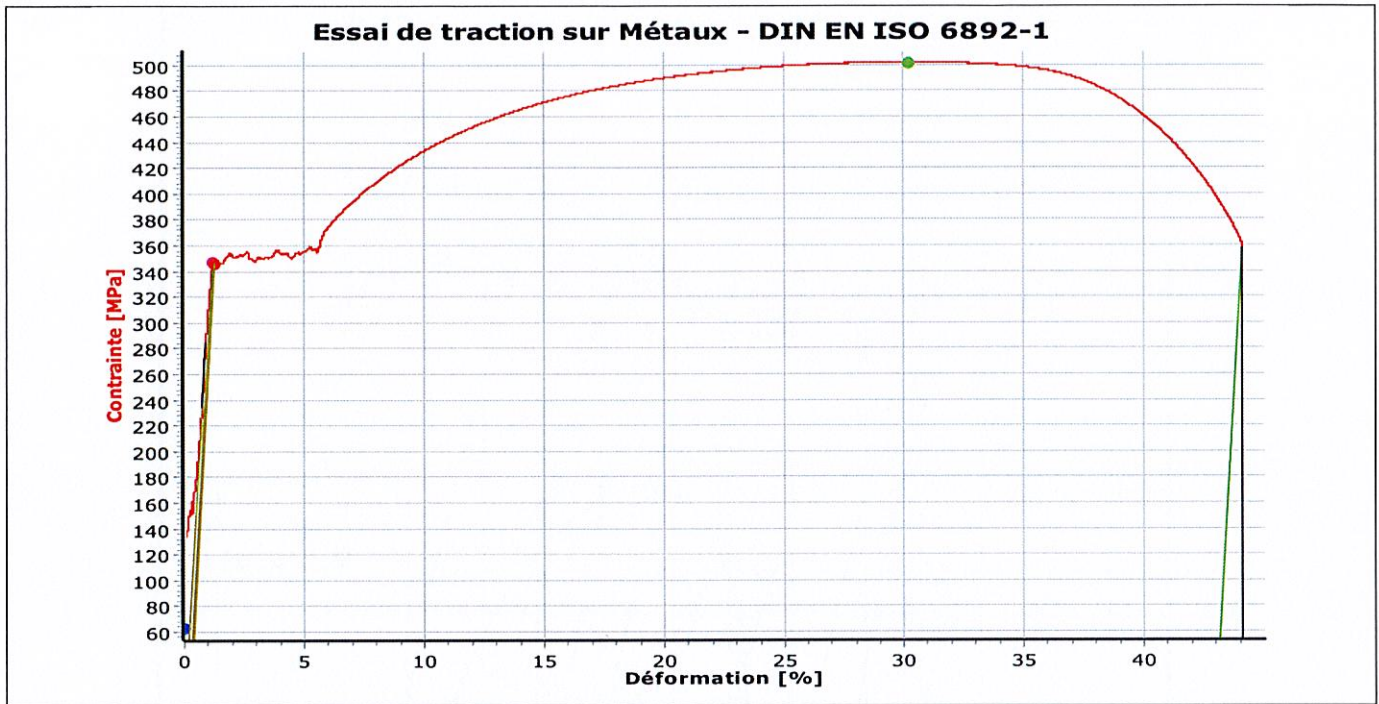

Figure 5 – Courbe traction d'un acier hypoeutectoïde.
- 2.) La figure 5 présente la courbe de traction conventionnelle d'un acier hypoeutectoïde. Décrire cette figure et déterminer les grandeurs caractéristiques de ce dernier.